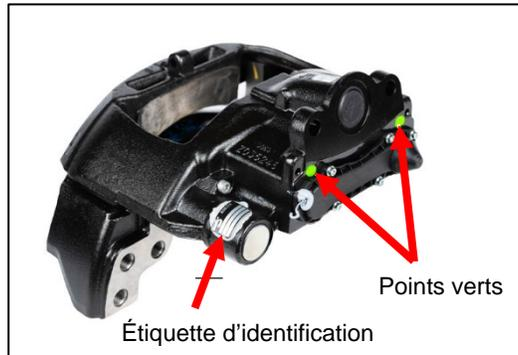

Figure 1 : Repérage des renseignements sur l'étrier
5. Procédez à une inspection pour détecter la présence d'un point vert à l'un des emplacements indiqués à la **figure 1**.
6. Inspectez l'étiquette d'identification sur l'étrier. (Enlevez le revêtement de peinture au besoin.) Voir les **figures 1, 2, et 3**.